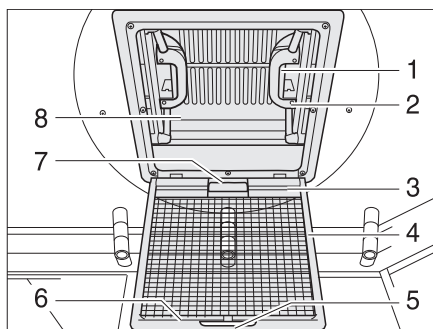

Fig. 42 Claraboya con cierre de resorte
- Tirar del tirador (Fig. 42,5).
- Plegar hacia abajo la protección contra insectos (Fig. 42,4).
- Presionar el cierre de resorte (Fig. 42,1) hacia el lado interior de la claraboya (Fig. 42,8). Presionar simultáneamente hacia arriba la claraboya con el tirador (Fig. 42,2).
- Plegar hacia arriba la protección contra insectos (Fig. 42,4) hasta que engatille.
- Tirar la claraboya (Fig. 42,8) enérgicamente hacia abajo por los dos tiradores (Fig. 42,2), hasta que los dos cierres de resorte (Fig. 42,1) engatillen.
- Tirar de la persiana oscurecedora enrollable por el asidero (Fig. 42,7) y enganchar el listón de enganche (Fig. 42,3) en el listón de soporte (Fig. 42,6) en la protección contra insectos.
- Soltar el listón de enganche (Fig. 42,3) del listón de soporte (Fig. 42,6) y regresar lentamente la persiana oscurecedora enrollable.